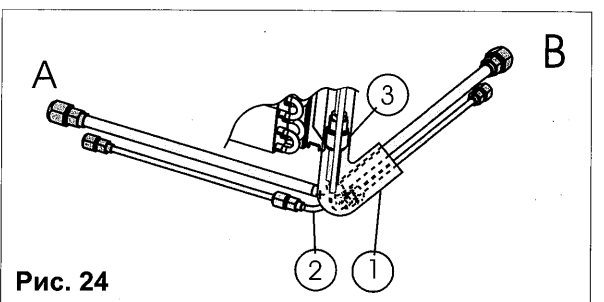

Рис. 24
- Б. Загните 1/4-дюймовый трубопровод в направлении заднего выхода с положения А к положению В (см. рис. 24).